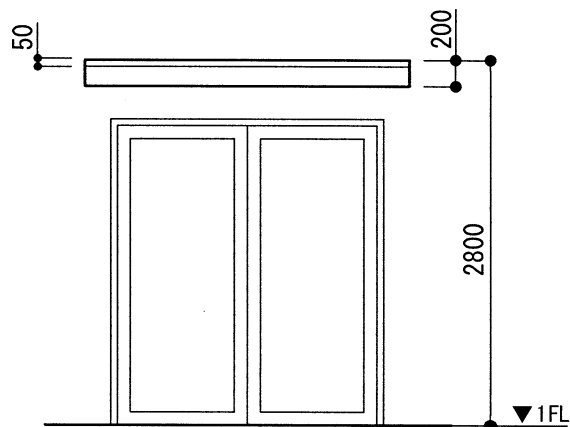

図 5
- (ウ) 庇の描画については、図5に示すとおりとすること。